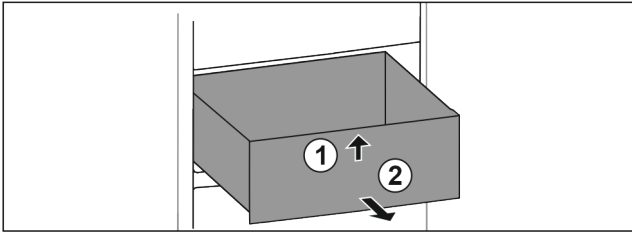

Fig. 54
► 抬起抽屉前部。Fig. 54 (1)
► 朝前取出抽屉。Fig. 54 (2)